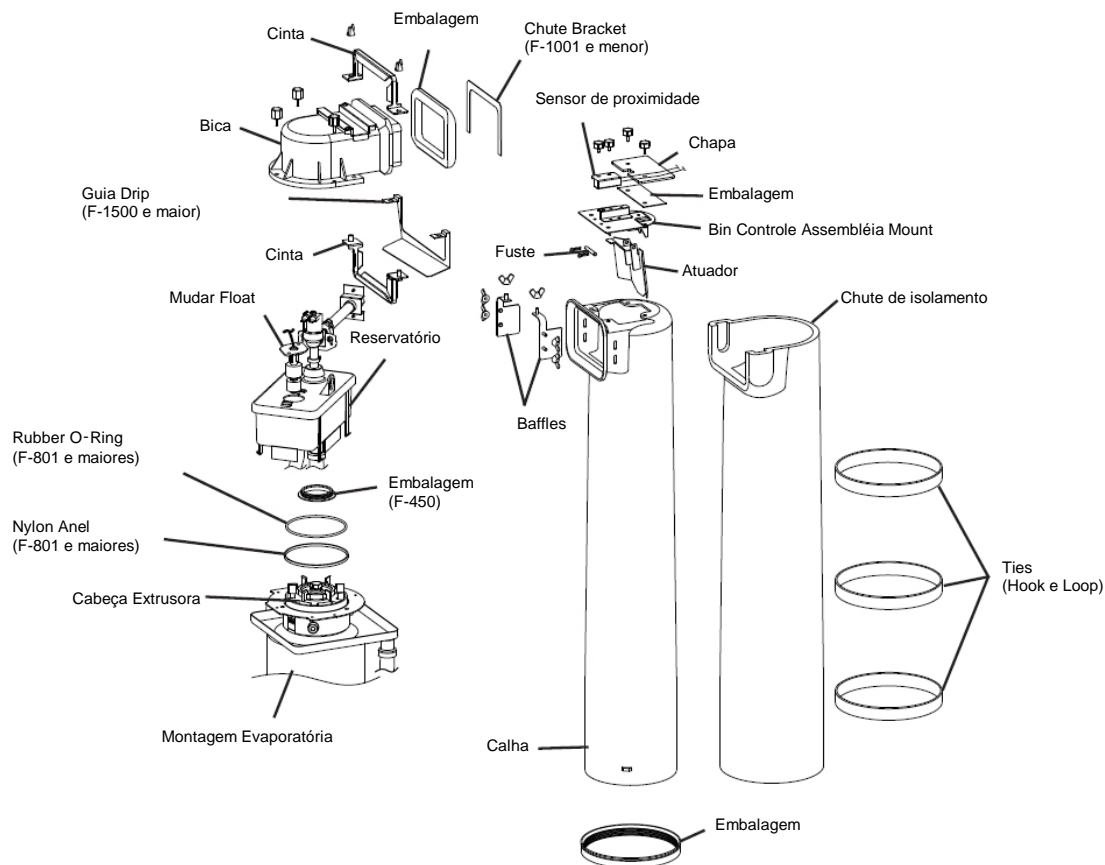

Fig. 19
- 6) Retire a alça que liga o bico para o conjunto da calha, em seguida, retire o bico. Consulte a Fig. 19.